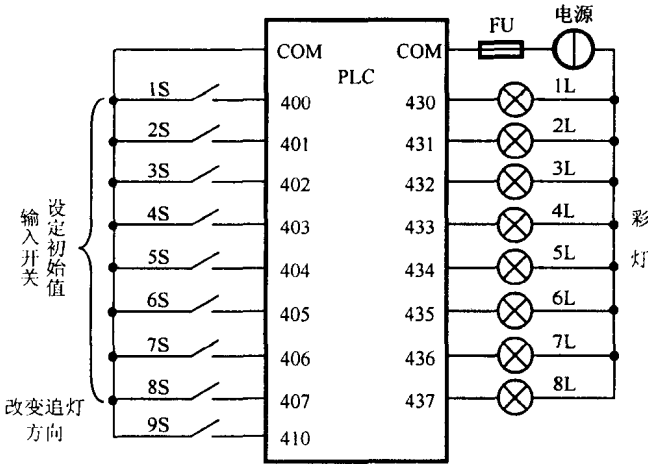

图 9.11 PLC 与现场器件的接线图
(1) 输入/输出地址分配、PLC 与现场器件的接线图，如图 9.11 所示。